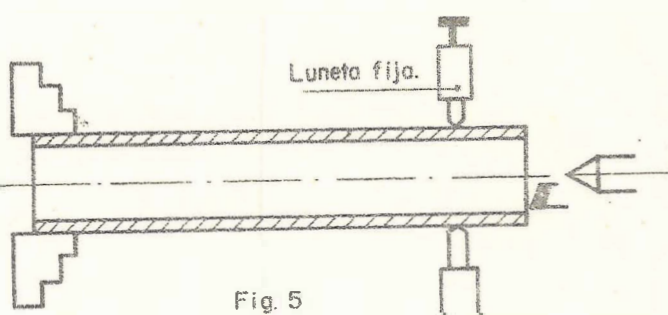
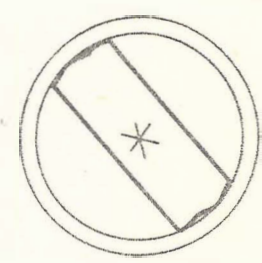

Fig. 5
Fig. 6
- Al trabajar el extremo de un tubo se prepara la pieza con un extremo en el plato y el otro con una luneta fija. (Fig. 5). Se verifica con la punta del cabezal móvil que el centro de la parte que se va a trabajar esté exactamente en el eje de giro del torno. Para esto se hace el trazado del centro sobre una tapa de lámina fijada en el extremo del tubo. (Fig. 6).